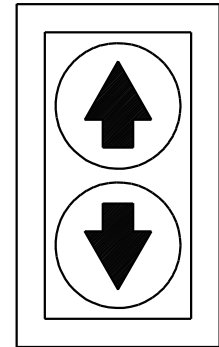

Fig. 3
- b) Un motor que se acciona a través del interruptor subida-bajada ( Fig. 3).